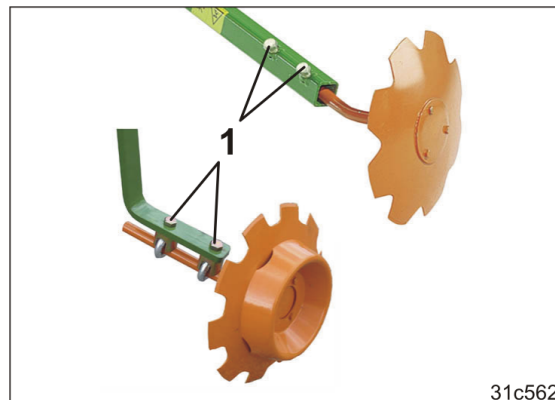

Fig. 170
- 4.3 Løsne 2 skruer (Fig. 170/1).
- 4.6 Trekk til skruene (Fig. 170/1).